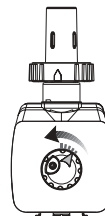
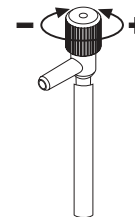

Abb. 20: Pumpenflussregler
Abb. 21: Luftventil
1. Wenn der Abschäumer in der gewünschten Position arretiert ist, stellen Sie den Pumpen-Flussregler auf Minimum (Abb. 20) und das Luftventil auf Maximum (Abb. 21).
Stellen Sie den Fluss so ein, dass keine Luftblasen zurück ins Aquarium gelangen. In Abb. 21 zeigt der Abschäumer links die richtige Flussrate: Die Luftblasen werden innerhalb der Luftumkehrschürze (Air-Return-Skirt™) gehalten. Im Abschäumer rechts liegt eine zu hohe Flussrate vor: Die Luftblasen entweichen von unter der Luftumkehrschürze.